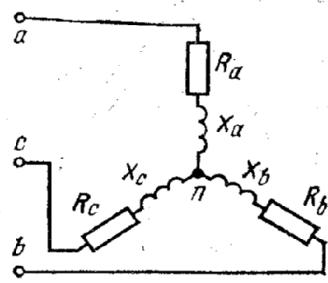

Рис. 3.1
**ЗАДАЧА 2.** Для электрической цепи, схема которой изображена на рис. 3.1 - 3.17, по заданным в таблице параметрам и линейному напряжению, определить фазные и линейные токи, ток в нейтральном проводе (для четырехпроводной схемы), активную мощность всей цепи и каждой фазы отдельно. Построить векторную диаграмму токов и напряжений на комплексной плоскости.